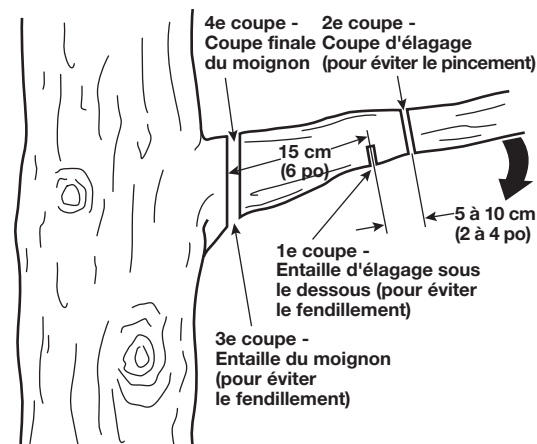

Fig. 15 Séquence des coupes pour élaguer une branche d'arbre
1. Servez-vous de la partie supérieure du guide-chaîne pour faire la première entaille sur le dessous de la branche. Cette entaille devrait être distante d'environ 15 cm (6 po) du tronc de l'arbre et couvrir environ 1/3 de l'épaisseur de la branche (Fig. 15).
2. Faites la seconde entaille 5 à 10 cm plus loin vers l'extrémité de la branche en utilisant la partie inférieure du guide-chaîne sur le dessus de la branche. Continuez à couper la branche jusqu'à ce qu'elle soit complètement détachée de l'arbre (Fig. 15).
3. Servez-vous de la partie supérieure du guide-chaîne pour faire la troisième entaille sur le dessous du moignon de branche. Celle-ci devrait être faite aussi près que possible du tronc de l'arbre et sur environ 1/3 de l'épaisseur du moignon de branche (Fig. 15).
4. Utilisez la partie inférieure du guide-chaîne pour faire la quatrième et dernière coupe. Effectuez cette entaille directement au-dessus de la dernière en coupant vers le bas dans toute l'épaisseur du moignon (Fig. 15).